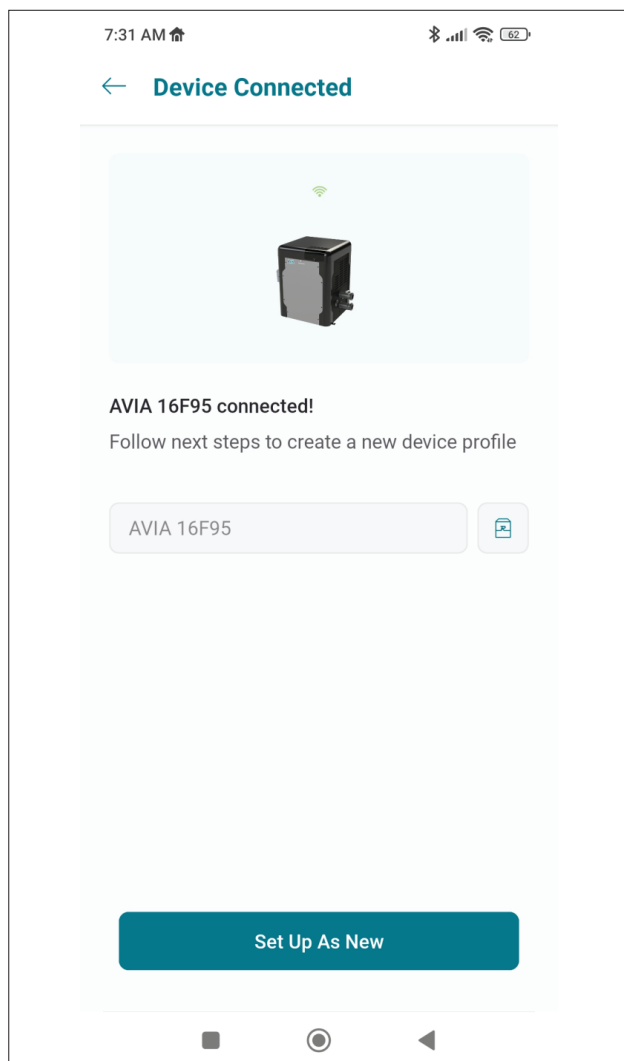

Figure 97. Nommer l'appareil
1. Votre appareil est maintenant connecté au Wi-Fi. Vous pouvez modifier le nom de l'appareil ici, voir **Figure 97**.